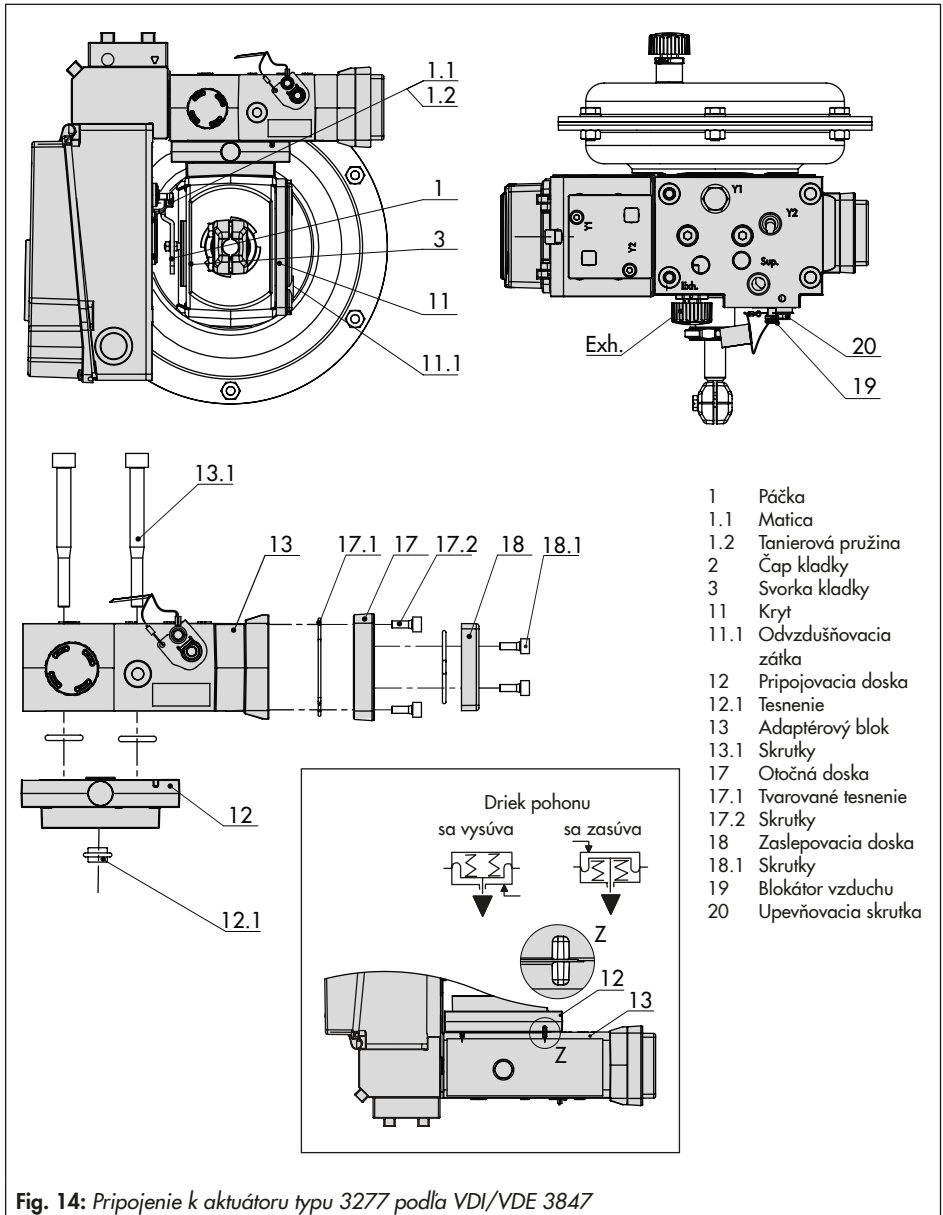

Fig. 14: Pripojenie k aktuátoru typu 3277 podľa VDI/VDE 3847
Namontujte polohovacie zariadenie na upínaciu objímku, ako je znázornené na obrázku Fig. 14. Signálny tlak je vedený do pohonu cez spojovaciu dosku (12), v prípade pohonov s bezpečným pôsobením sa "driek pohonu vysúva" interne cez otvor v upínacej objímke ventilu a v prípade "driek pohonu sa zasúva" cez externé potrubie.